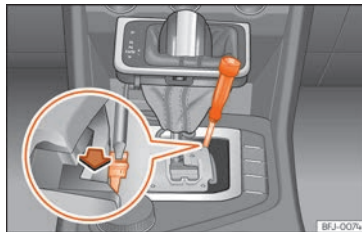

Abb. 126 Wählhebel: Notentriegeln aus der Parkstellung
- Drücken Sie seitlich mit Hilfe der flachen Seite des Schraubendrehers auf die gelbe Taste und halten Sie sie gedrückt »» **(Abb. 126)**.